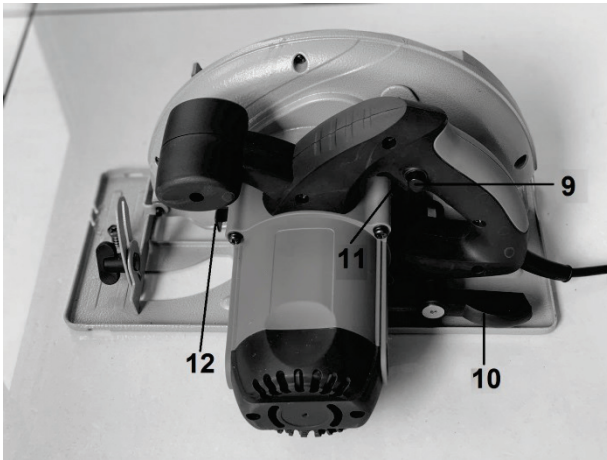

Рис.1
Для включения электроинструмента задействуйте сначала кнопку удержания выключателя (9, рис.1), находящуюся слева от выключателя, затем нажмите выключатель (11, рис.1), при этом удерживая кнопку (9). Для выключения пилы отпустите выключатель (11) и кнопку (9).
- Заблокируйте шпиндель кнопкой блокировки (12, рис.1), находящейся на корпусе инструмента.
- Специальным ключом, входящим в комплектацию, выверните зажимной болт (7, рис.1), удерживающий диск.
- Поднимите рычаг фиксации глубины пропила (10, рис.1) и оттяните пилу от подошвы (8, рис.1).
- Опустите регулировочный зажимной рычаг (10, рис.1). Если рычаг упирается в корпус или поверхность материала поменяйте его положение – оттяните рычаг вдоль по оси от корпуса пилы и поверните в нужное положение.
Регулировка угла пиления подошвы (8, рис.1) позволяет совершать косоугольные пропилы. Во время работы подошва должна плотно прилегать к рабочей поверхности, тем самым, уменьшая вибрацию и перекус пильного диска. Циркулярная пила оснащена бесступенчатой регулировкой угла скоса кромки в пределах от 0° до 45°. Чтобы установить требуемый угол пропила:
- Ослабьте винт установки наклона подошвы (4, рис.1).
- Затяните винт установки наклона подошвы (4, рис.1).